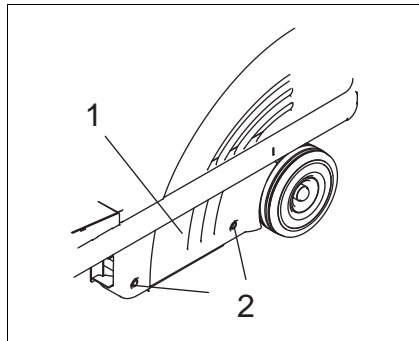

Fig.11 Remover a cobertura
- Remova os fechos (Fig. 11/2) utilizando uma chave apropriada (contra-relógio)
- Remova a cobertura (Fig. 11/1)